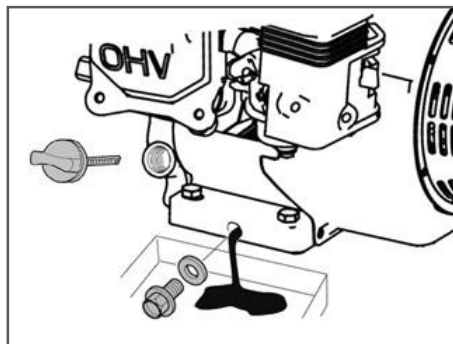

Рис.14 Замена моторного масла
3. Очистите от загрязнений зону вокруг маслозаливной горловины. Извлеките щуп из маслозаливной горловины и протрите его чистой ветошью (Рис. 14).
4. Выкрутите болт отверстия для слива масла и слейте отработанное масло в подготовленную для этого емкость (Рис. 14).